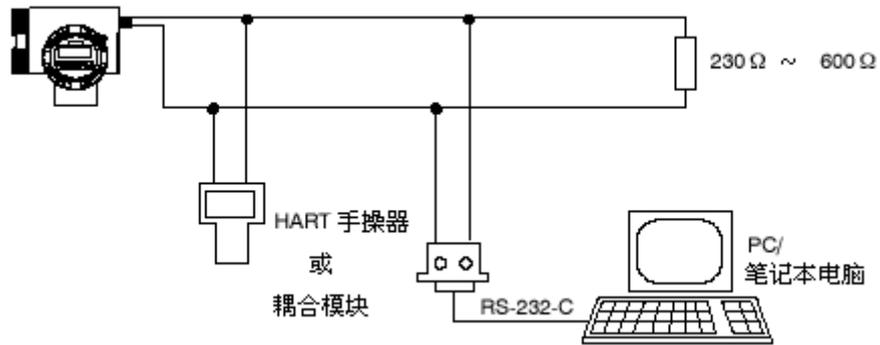

图 5-1 电气连接, 示意电路图
- 个人电脑/笔记本电脑和 SIMATIC PDM 软件和 4-20 mA 的信号线的连接,如图 5-1 所示。